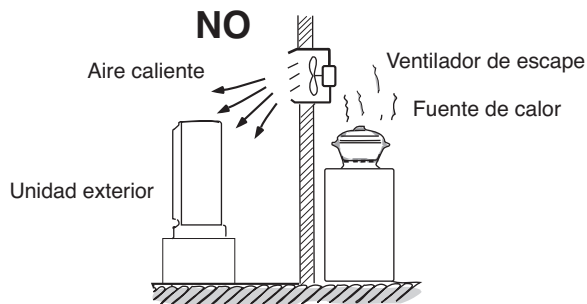

Fig. 5a
- Fuentes de calor, ventiladores de escape, etc. (Fig. 5a)